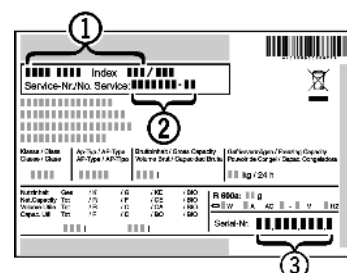

Fig. 3
- ▶ Gerätebezeichnung **Fig. 3 (1)**, Service-Nr. **Fig. 3 (2)** und Serial-Nr. **Fig. 3 (3)** vom Typenschild ablesen. Das Typenschild befindet sich an der linken Geräteinnenseite.
- ▶ Den Kundendienst benachrichtigen und den Fehler, Gerätebezeichnung *Fig. 3 (1)*, Service-Nr. *Fig. 3 (2)* und Serial-Nr. *Fig. 3 (3)* mitteilen.